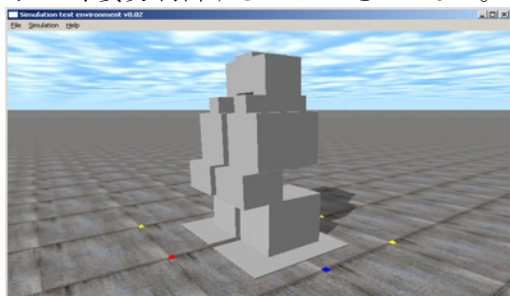

図1. ロボットのモデル
(1)ODE によるシミュレーションの成果としては、ロボットモデルを作成することはできた。図1はODEの実行画面である。しかし、外乱に対し直立姿勢をチェックし、姿勢制御することはできていない。